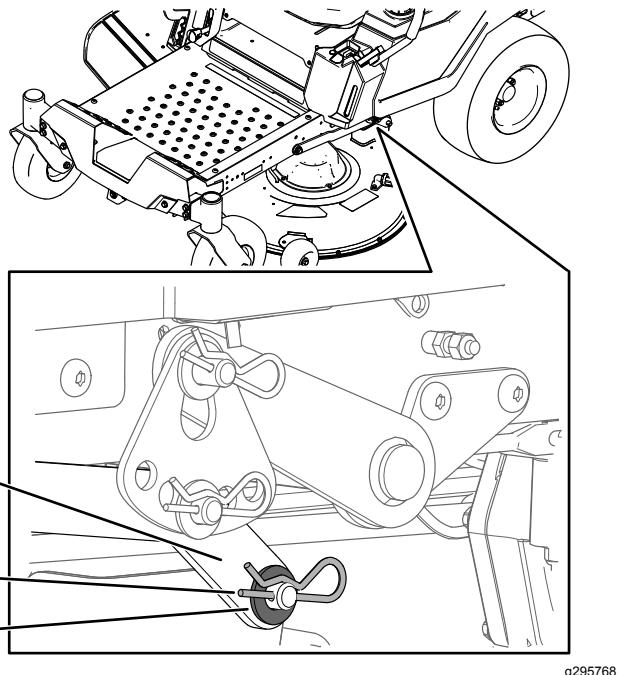

Figure 70
7. D'un côté de la machine, retirez la rondelle et la goupille fendue de l'axe du plateau (Figure 70).
8. Déposez le bras de levage de l'axe du plateau (Figure 70).
5. D'un côté de la machine, soulevez l'arrière du plateau de coupe et installez le bras de levage sur l'axe du plateau (Figure 70).
6. Installez le bras de levage avec la rondelle et la goupille fendue (Figure 70).